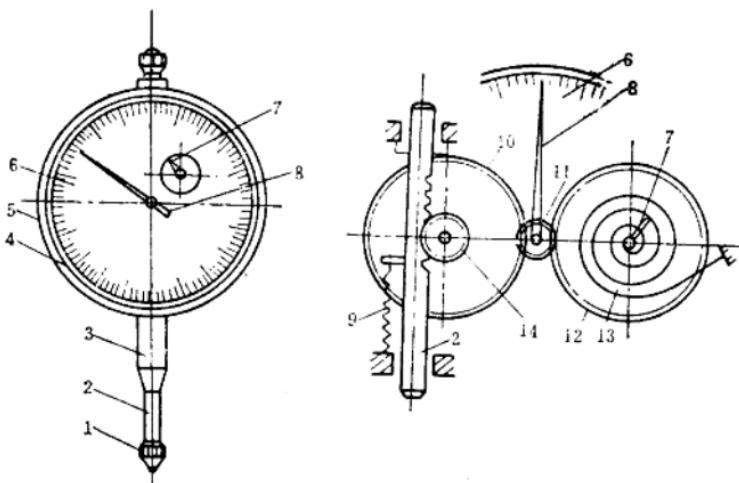

图 1-7 百分表传动原理
1. 百分表的传动原理 百分表的表盘上有大、小两个指针，大针沿 100 等分的表盘转动一周，测量杆直线移动 1 mm，转动一格为 $1/100\text{mm} = 0.01\text{mm}$ 。小针是转速指示针按 10 等分刻线，大针转一周小针转动一格，相当测量头移动 1 mm。图 1-7 为百分表的传动原理。